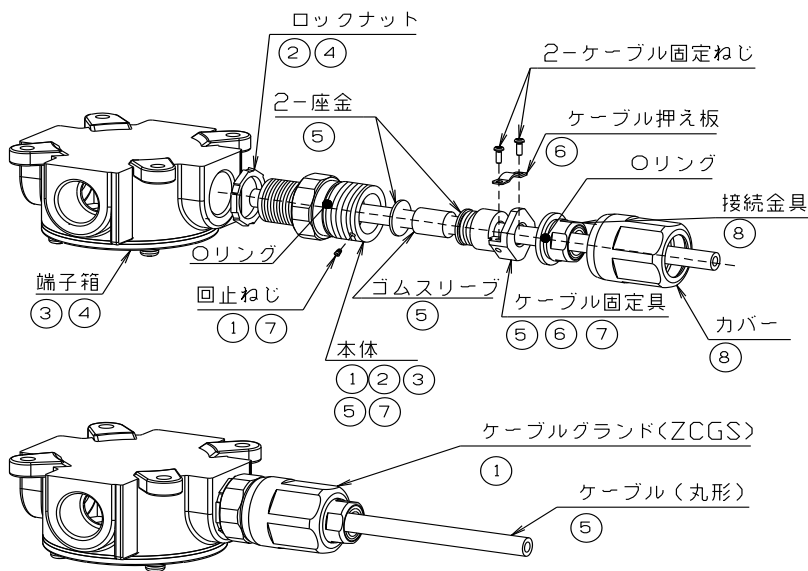

図7
■ケーブルグラントの取付け(図7：ZCGS-22Bの例です。)
① ケーブルグラントを図7のように分離し、ケーブルをケーブルグラントに「カバー、接続金具、ケーブル固定具、座金、ゴムスリーブ、座金、本体、ロックナット」の順に通してください。